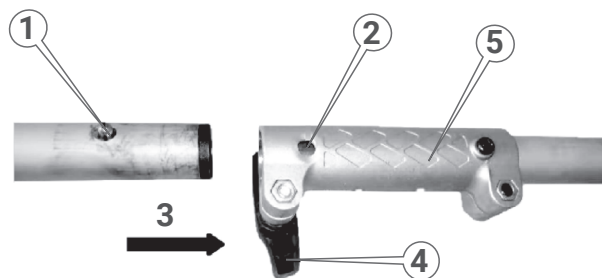

Рисунок 2. Схема збирання валу.
4. Зібрати «штангу», за схемою, яку наведено нижче, на рис. 2, для чого:
- послабити пластикову гвинтову закрутку-фіксатор (4, рис. 2) перехідної муфти «штанги» (5, рис. 2) на верхній частині валу;
- вставити нижню частину валу з фіксатором (1, рис. 2) у муфту за напрямком, вказаним на схемі (3, рис. 2) таким чином, щоб фіксатор валу увійшов у позиційний отвір муфти з характерним звуком;